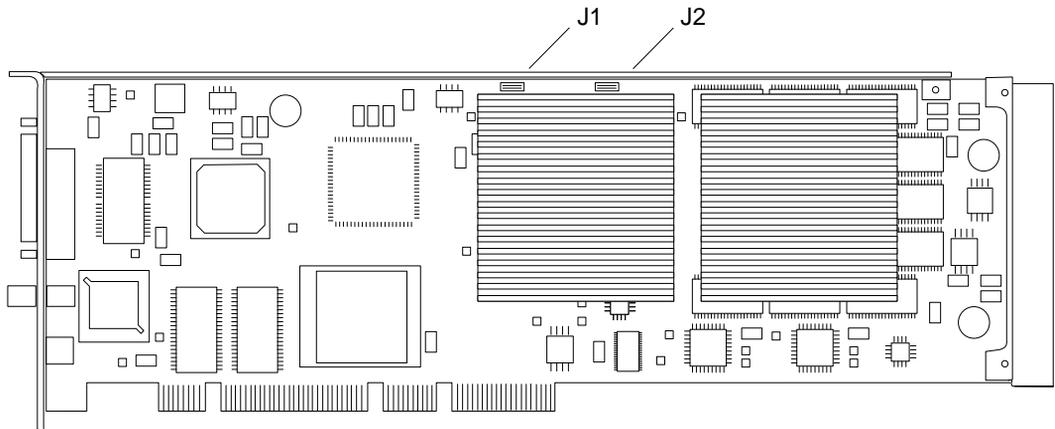

FIGURA A-3 Connettori multivista di input e output Expert3D
3. Collegare il cavo multivista di blocco delle cornici con la scheda grafica Expert3D (FIGURA A-3).